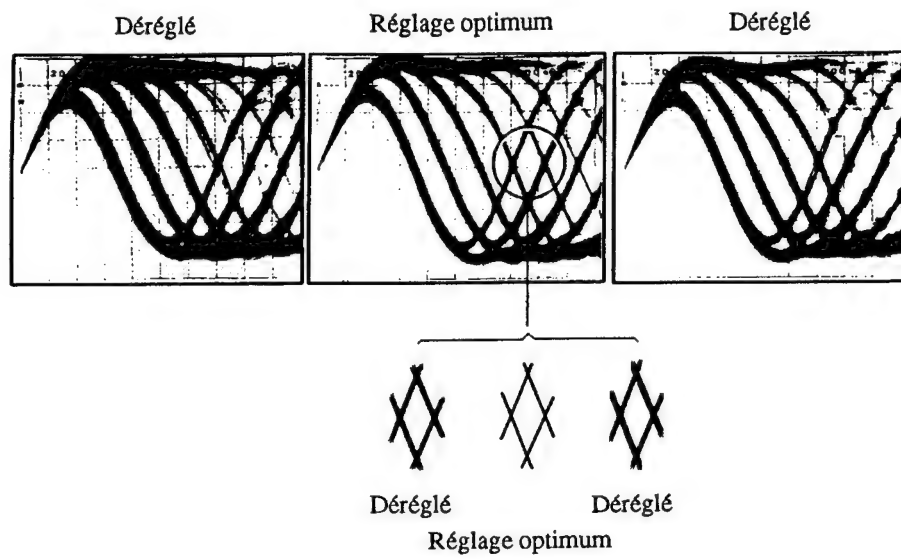

Figure 5 Motif en œil
3. Ensuite, ajuster la vis d'inclinaison tangentielle à l'aide un tournevis Phillips, de façon que le motif en oeil (c'est-à-dire, le diamant au centre du signal RF) soit le plus clairement visible (Figure 5).